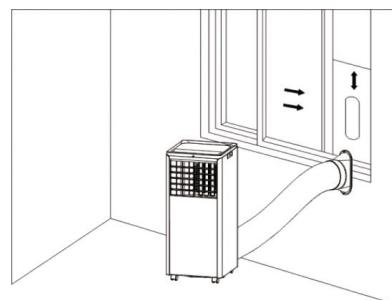
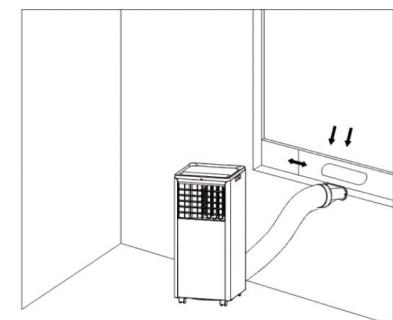

Figure 5
Figure 6
2) Rallongez le tuyau d'échappement et enclenchez l'extrémité plate des joints du tuyau d'échappement dans le trou de la plaque d'étanchéité de la fenêtre (comme indiqué sur les Fig.5 et Fig.6).